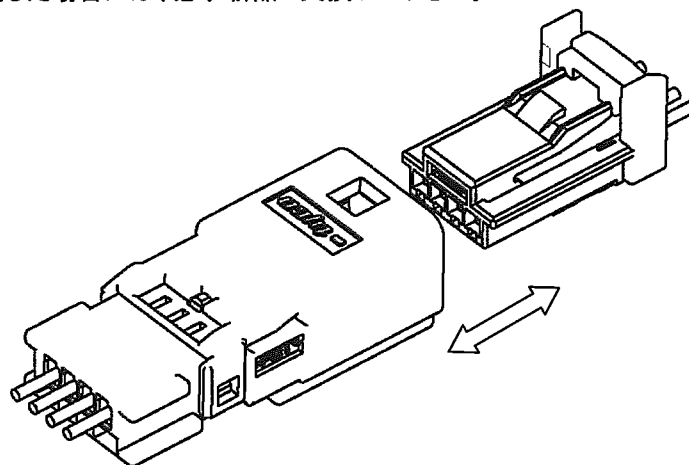

Fig. 16
- (3) 指定のオス/メス・ハウジングを Fig. 16 の様な向きにまっすぐ挿入して下さい。「パチン」と音がしてそれ以上押込むことが出来なければ嵌合は完了です。挿入出来ない場合には、無理に押込まず(1)(2)の項目を再度確認して下さい。